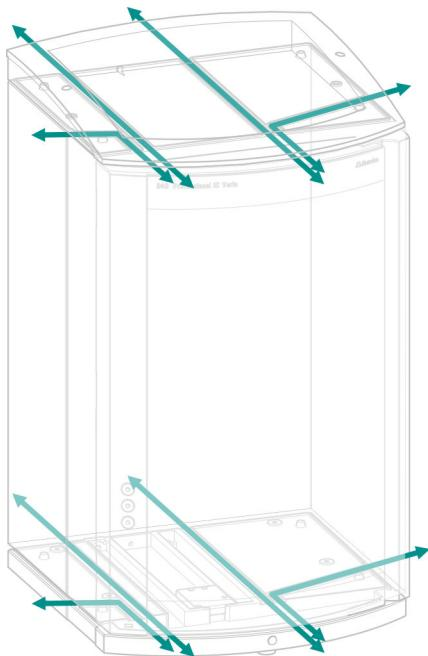

Figura 5 Canales para capilares
- canales entre el aparato y la bandeja así como entre el aparato y el soporte de botellas (véase figura 5, página 12)